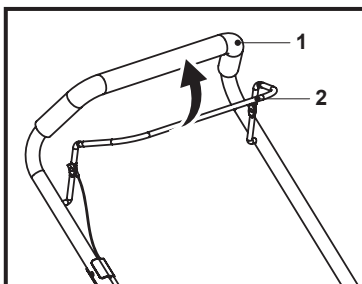

Fig. 10
1. Trage înapoi maneta de frână (2) și Ține-o lipită de mânerul de prindere (1) la pornirea motorului. Ține-o apăsată în timpul utilizării (Fig. 10).
2. Eliberează maneta de frână (2) pentru a opri motorul.
1. Trage înapoi maneta de frână (2) și Ține-o lipită de mânerul de prindere (1) (Fig. 10).